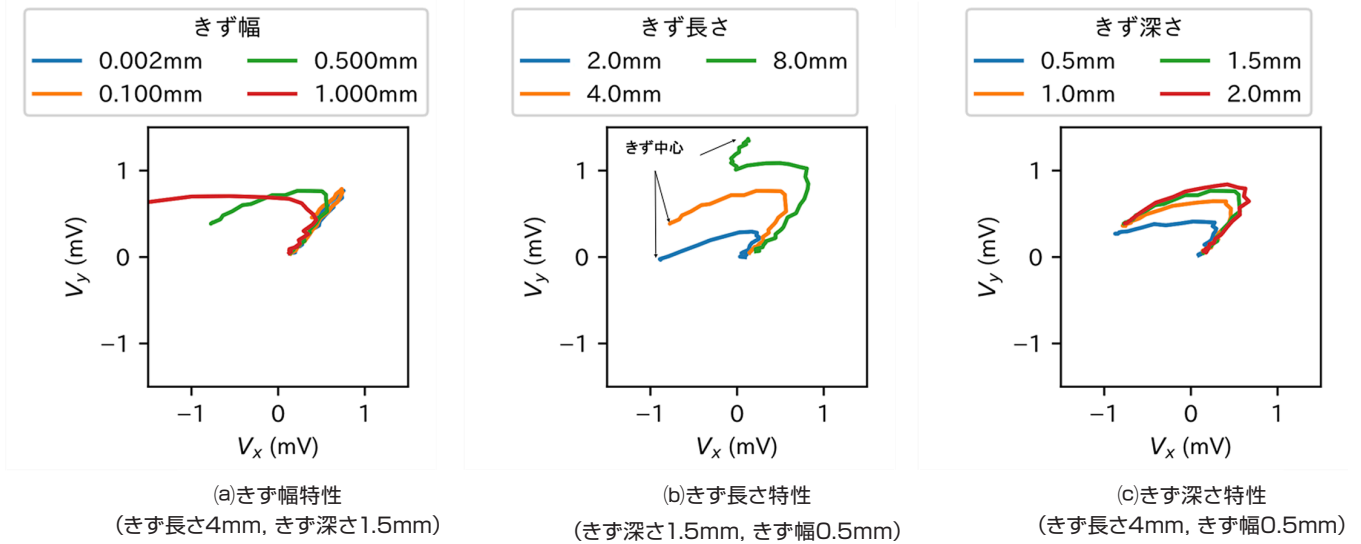
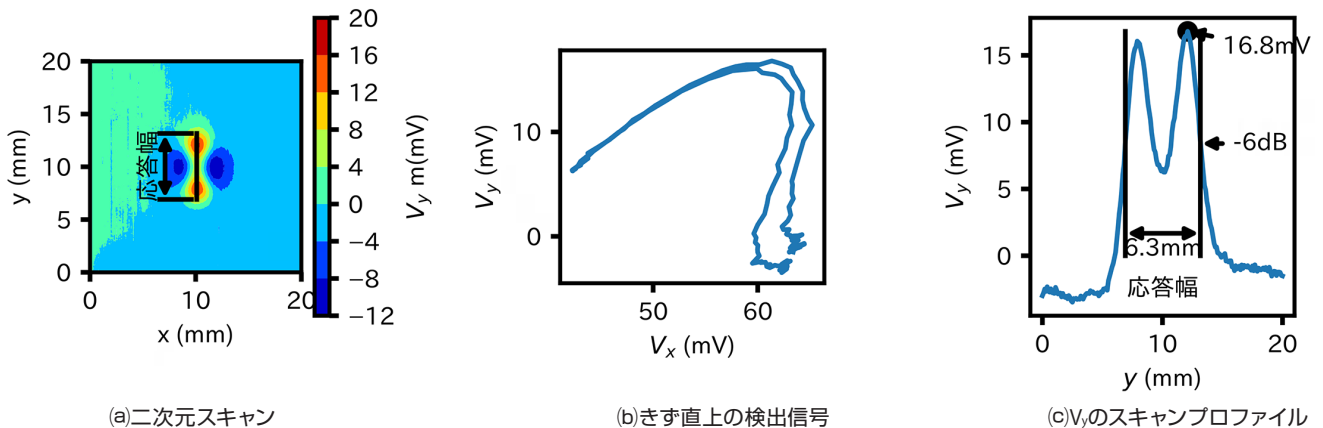
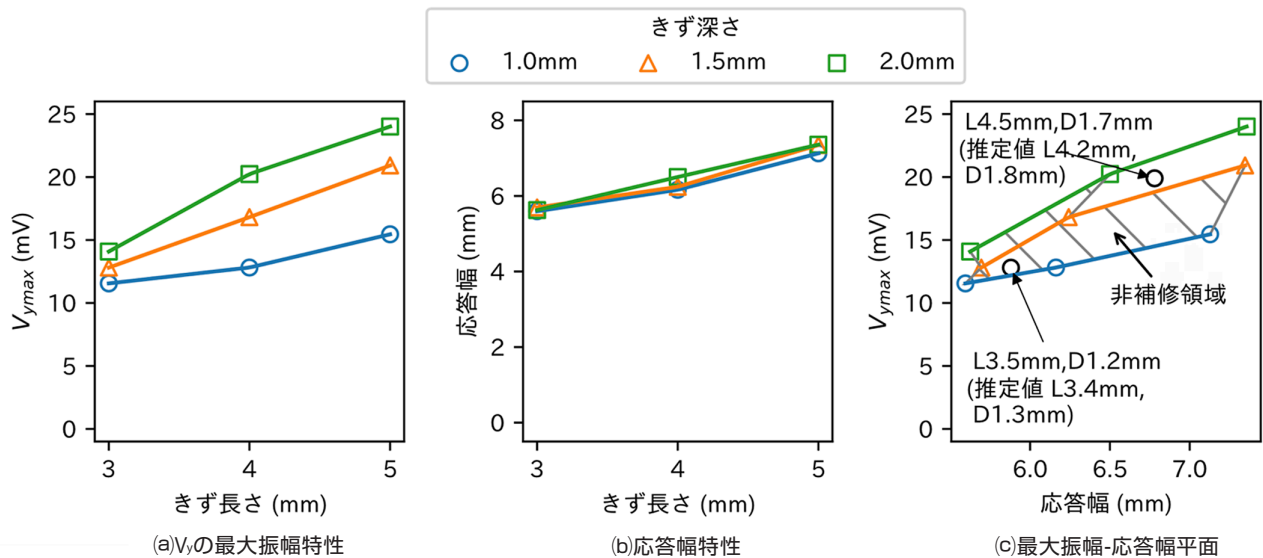

図7 ECTにおけるきず形状の影響 (シミュレーション) [4]
図10 計測結果(きず形状:長さ4mm, 深さ1.5mm, 幅0.5mm) [4]
図11 きず長さ及び深さの推定結果^[4]
図7(a)に長さ4.0mm、深さ1.5mm、幅 $2\mu\text{m}$ ~1mmのきずの検出信号を示す。きず幅が0.5mm以下になると、きず幅による V_y への影響はほとんど見られなくなることが確認できる。これは、直径数mmのコイルでは V_y から0.5mmと $2\mu\text{m}$ のきず幅を区別することが困難であることを示している。逆説的にきず幅0.5mmで疲労きずを模擬することは適切であることを示している。以降のすべての実験では、4章で用いる試験体の製作を容易にするため、きず幅を0.5mmに設定した。図7(b)は、深さ1.5mm、長さの異なるきずの検出信号を示している。きずの長さが大きいほど、 V_y 成分は大きくなる。コイルの直径より明らかに長い8mmのきず長さで検出信号の最大値が検出されたコイルの位置はきず中心であった。しかし、きず長さがそれより短い場合には、検出信号が最大値を検出したコイル位置はきず中心ではなかった。このように、きず長さの異なるきず信号は必ずしも類似しているわけではなく、検出信号はきず形状によって複雑な軌跡を描くことが確認された。図7(c)は、きず長さが4mmで、深さが異なるきずの検出信号を示している。きずの長さが同じでも、きずが深くなるほど V_y 成分が大きくなっている。したがって、 V_y 成分だけでは、きずの長さや深さを分離することはできない。これを解決するために、逆問題解析^[14]やニューラルネットワーク^[15]を用いたきず形状推定法が提案されている。これらはMTによる目視でのきず長さ評価とは異なり、複雑な後処理を必要とする。逆問題解析を用いた手法は、有限要素法のような順問題(きず形状からECT検出信号を得る)を解くシミュレーションと計測されたECT検出信号を比較し、その差が小さくなるように順問題で設定するきず形状を修正することを繰り返し、差が十分小さくなった時の順問題で設定したきず形状を推定値とするものである。図7のきず長さ4mmの結果を得るのに必要な時間はおおよそ1.5日であった。逆問題解析できず形状を推定するにはこれを複数回繰り返す必要があり、相当な時間を必要とする。ニューラルネットワークを用いた手法は、計測した教師きず形状のECT検出信号の特徴(振幅、位相、二次元走査画像等)を複数入力(多いほど良い)、そのきず形状(長さ、深さ等)を出力とするニューラルネットワークを事前に作成し(学習)、被評価きずのECT検出信号の特徴をそのニューラルネットワークに入力し、得られた出力を推定値とするものである。こちらの推定値は瞬時に得られるが、多くの場合、電卓で計算するには困難な程度の計算量でありコンピュータが必須である。タンクの所有者がこのような複雑な後処理を許容するかどうかはコストに依存する。これらのきず形状評価手法は原子力プラントにおける応力腐食割れ等による設備の余寿命評価に活用されているが、溶接線検査においてこれを活用しているタンクはないと思われる。複雑な後処理を必要としないきず形状評価手法の実現は、MTをECTで置き換える上での課題の一つと言える。この課題に対する提案は4章で述べる。
図10は、補修判定きずの計測結果を示している。図10(a)は V_y 成分の二次元スキャン結果を示し、ECTにおけるきず信号は、きず近傍に正負両方のピークが連続する複雑な特徴を持っていることが確認できる。図10(b)と(c)は、図10(a)のきず直上の検出信号を示している。これらの数値は、シミュレーションから得られた図7に示された結果と傾向が一致しており、計算結果の信憑性を立証している。ここで、応答幅の定義について説明する。応答幅とは、走査方向の長さを横軸、検出信号の振幅を縦軸とした場合の最大振幅の-6dBの間の長さである。図10(c)の両矢印で示された、きず信号の最大値の-6dBの位置間の距離が応答幅である。
図11は、提案手法によるきず形状の推定過程と推定結果を示している。図11(a)は九つの基準きずの最大値を示している。シミュレーションで得られた図7で示したように、計測実験においても最大値はきず長さとおよび深さの両方の影響を受けていることが確認できた。図11(b)は基準きずの応答幅を示す。応答幅は最大値で正規化されているため、きず深さの影響は小さいことが確認できる。図11(c)は、図11(a)と(b)から作成した最大値-応答幅平面上の基準きずと被評価きずの計測値を示している。基準きず間を線形補間して被評価きず(長さ4.5mm、深さ1.7mm)のきず形状を推定したところ、結果は長さ4.4mm、深さ1.6mmであった。さらに、別の被評価きずでも満足のいく推定結果が得られた。真の値と推定値の差は、基準きずのデータセットが多いほど小さくなることが予想される。この手法の計算量は、FEMを必要とする逆問題解析よりは少ない。しかし、線形補間という後処理を必要とする提案手法は、計算を必要としないMTよりも推定が単純ではなく、ニューラルネットワークを用いた手法に対して明確な優位性を示せていない。一方、きず形状が長さ4mm、深さ
1.5mmを超える場合に補修が必要と仮定すると、図11(c)の斜線で囲まれた非補修領域内に被評価きずのプロットがあるかどうかで、補修の必要性を迅速に判断することができる。つまり、逆問題解析やニューラルネットワークを用いた複雑な後処理を必要としないきず形状評価は可能である。しかし、矩形きずのような単純な条件で検証された本手法が、疲労きずのような複雑な断面形状を考慮可能な逆問題解析を用いた手法に取って代わることを示すものではない点には注意が必要である。